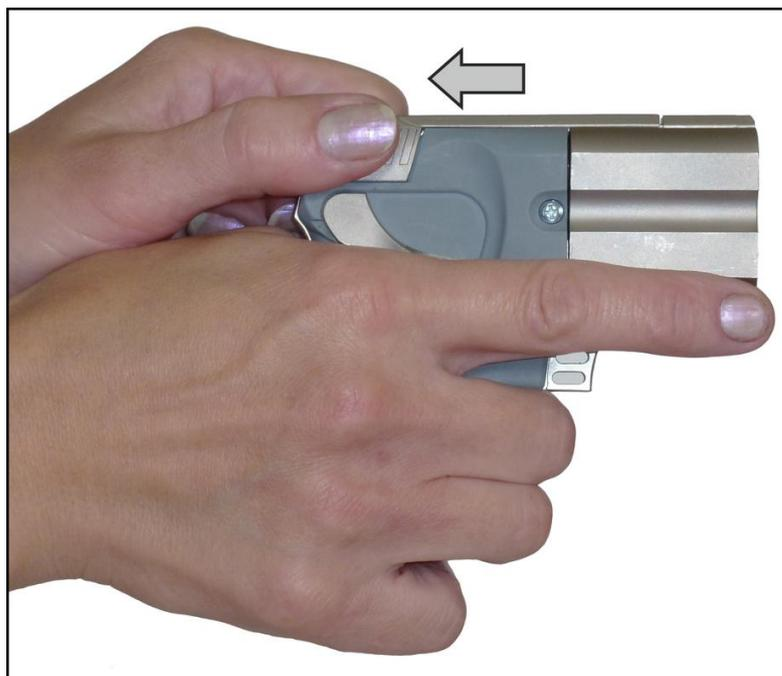

Рисунок 4 – Открывание кассеты оружия
6.1.2 Удерживая оружие за рукоятку, потяните планку до упора (см. рисунок 4). Планка зафиксируется в заднем положении, при этом кассета под действием пружины откинется вперед.